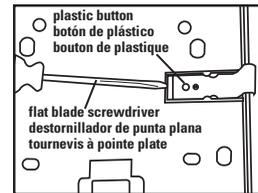

Fig. 3
4. With a flat blade screwdriver pry up the back of the spring latch till it clears the plastic button. **(Fig. 3)**
4. Empuje la parte posterior del seguro de muelle haciendo palanca con un destornillador de punta plana hasta que deje libre el botón de plástico. **(Fig. 3)**
4. À l'aide d'un tournevis à pointe plate, soulever l'arrière du ressort de loquet jusqu'à ce que le bouton de plastique soit visible. **(Fig. 3)**